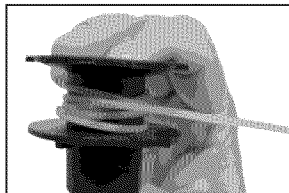

Figure 26 - Ligne de vent autour de la canette
5. Enroulez le fil également, en le serrant, autour de la bobine, dans la direction indiquée au bas de la bobine. Continuez d'enrouler le fil jusqu'à ce qu'il atteigne la bordure de la bobine. (voir la Figure 26) Évitez de trop mettre de fil. Trop de fil peut entraîner un blocage.